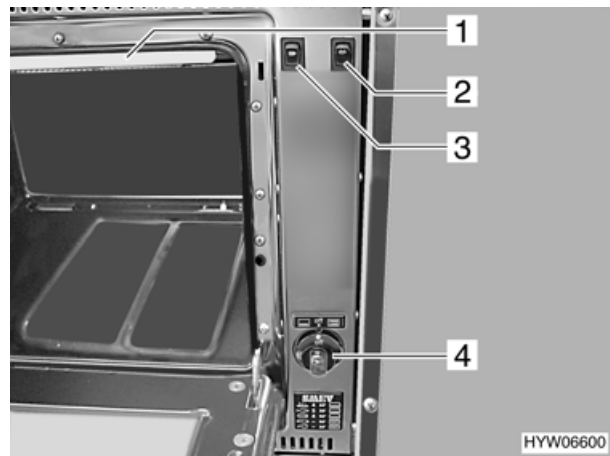

Bild 72 Gasbackofen
- Drehregler (Bild 72,4) auf Backen  oder Grillen  stellen.
- Drehregler (Bild 72,4) auf Stellung "off" drehen.
- ▶ Bei Grillbetrieb Hitzeschutz (Bild 72,1) entfernen und Backofenklappe halb geöffnet lassen.
- ▶ Der Bratspieß-Motor kann mit dem Wippschalter (Bild 72,3) beim Grillen oder Backen in Gang gesetzt werden.